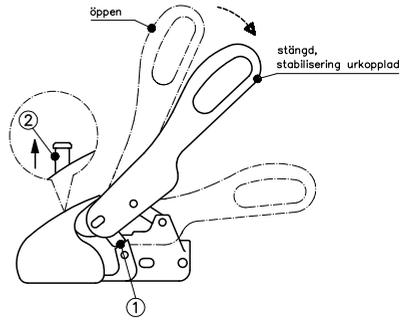

Bild 4 : Påkoppling
Använd handtagen på släpvagnen för rangering och inte WS 3000/3500's manöverspak. Den öppna kulkopplingen läggs på dragfordonets dragkula (bild 4). Genom kultrycket och en eventuell extra belastning av dragstängens, läses kulkopplingen automatiskt och säkringskenorna (1) på sidorna står parallellt med kopplingshusets säkringsytorna (bild 4). Om dragkulan är i kopplingshusets syns kontrollindikatorns (2) gröna stift (bild 4).
Vid längre driftuppehåll bör släpvagnen parkeras med låst kulkoppling. Lyft för detta det öppna manöverhandtaget (bild 4) och dra samtidigt kulskålen (rörig del – bild 8) framåt eller tryck in **SAFETY BALL** i kulskålen och stäng manöverspaken långsamt.